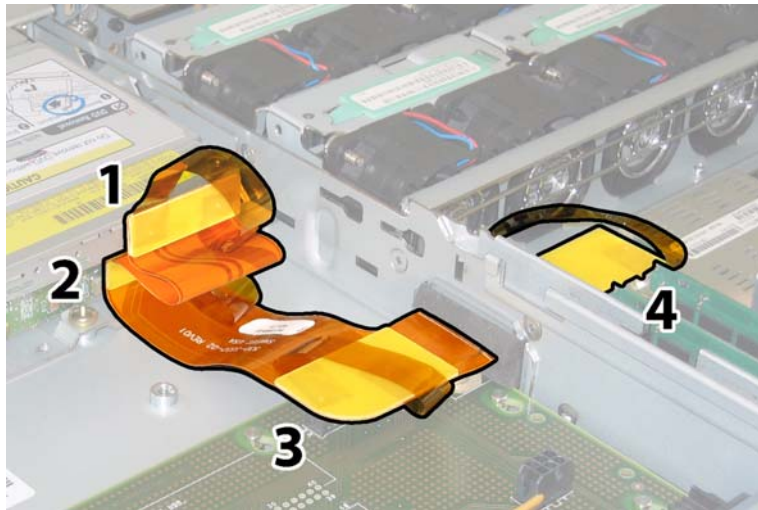

図 3-61 フレックスケーブルコネクタ 4 個の取り外し
9. ケーブルの 4 つのコネクタを次の 4 カ所から引き抜いて、フレックスケーブルとそれにつけられたフォームラバーのガスケットをシャーシ内部から取り外します。図 3-61 を参照してください。